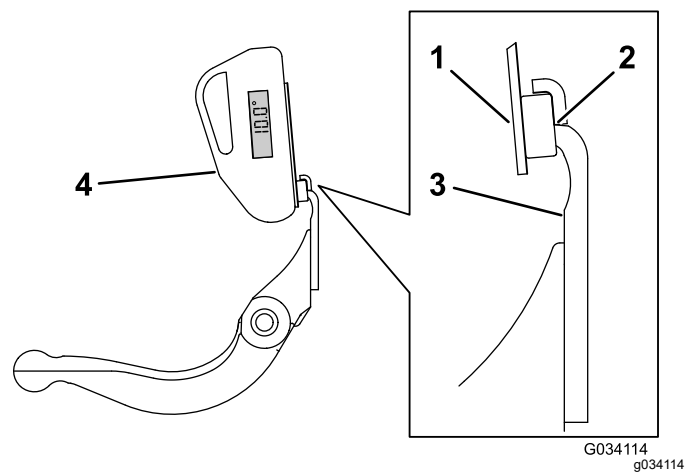

図 25
4. 図 25に示すように、マウントの上に傾斜計を置く。
3. 傾斜計のマウントをベッドナイフのエッジに合わせ、マグネットのエッジとベッドナイフのエッジを密着させる 図 25。